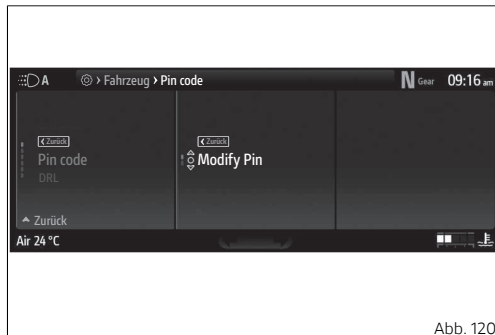

Abb. 120
- Die Angabe „PIN ändern“ (Abb. 120 S.155) markieren, dann die Taste \circ drücken. Im Display wird die Angabe „PIN alt“ angezeigt, jetzt die Taste \circ drücken, um mit der Eingabe (Abb. 121 S.155) fortzufahren.